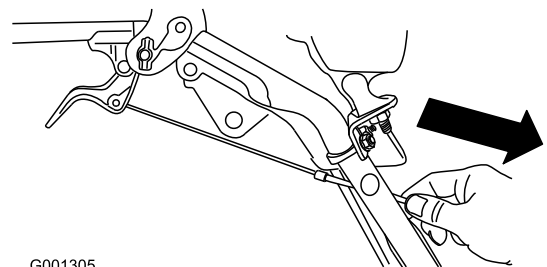

Bild 8
4. Ziehen Sie den Kabelmantel vorsichtig nach unten, bis der Radkuppelungshebel unten ist, und das Kabel kein Spiel mehr hat. Ziehen Sie dann die Mutter an der Kabelklemme fest (Bild 8).